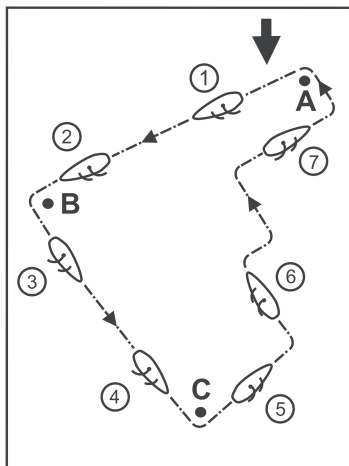

Figure 15
La figure 15 vous explique en quelques mots les principes de base des manœuvres des voiles pour une navigation en carré. Les informations du chapitre 10 vous seront également utiles.
Le démarrage se fait au point A avec un vent latéral d'env. 45° (voir la flèche pour la direction du vent). Le gouvernail est en position neutre. Le réglage angulaire des voiles est d'env. 20° (figure 15, pos. 1).
Juste avant de modifier votre cours de 90° vers la gauche, au point de retournement B, vous devez « rabattre » légèrement les voiles (réduire l'angle par rapport à l'axe longitudinal du bateau). Le gouvernail est toujours en position neutre (figure 15, pos. 2).
Dès que l'axe longitudinal du bateau est orienté vers le point C (figure 15, pos. 3), remettez le gouvernail sur la position neutre. Pour une navigation plus performante, vous pouvez ré augmenter le réglage angulaire des voiles jusqu'au prochain virage (ré ouvrir les voiles).
Juste avant de modifier votre cours de 90° vers la gauche, au point de retournement C, vous devez « rabattre » légèrement les voiles (réduire l'angle par rapport à l'axe longitudinal du bateau). Le gouvernail est toujours en position neutre (figure 15, pos. 4).
Dès que l'axe longitudinal du bateau (décalé latéralement) est orienté vers le point A (figure 15, pos. 5), remettez le gouvernail sur la position neutre. Pour une navigation plus performante, vous pouvez ré augmenter le réglage angulaire des voiles jusqu'au prochain virage (ré ouvrir les voiles). Veillez ce faisant à ce que les voiles ne tombent pas et ne chancellent pas.
Pour revenir au point de départ A, vous devez naviguer « dans le vent » en zigzag. Vous devez veiller, ce faisant, à ce que les voiles ne soient ouvertes qu'au point où elles ne tombent ni ne chancellent (figure 15, pos. 6 et 7).